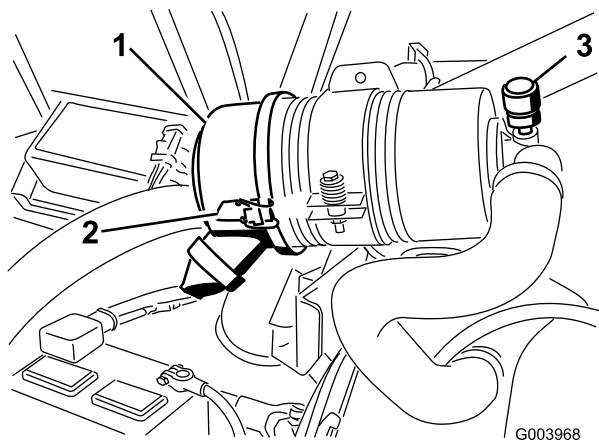

Bild 50
Warten Sie den Luftfilter nur, wenn die Wartungsanzeige dies angibt (Bild 50). Das frühzeitige Auswechseln des Luftfilters erhöht nur die Gefahr, dass Schmutz in den Motor gelangt, wenn Sie den Filter entfernen.
1. Lösen Sie die Laschen, mit denen die Abdeckung am Luftfilterkörper befestigt ist (Bild 50).